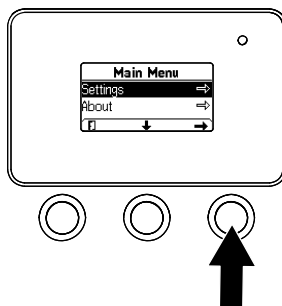

Figura 13
1. En el MENÚ PRINCIPAL, utilice el botón central para desplazarse hacia abajo al menú CONFIGURACIÓN y pulse el botón derecho (Figura 13).